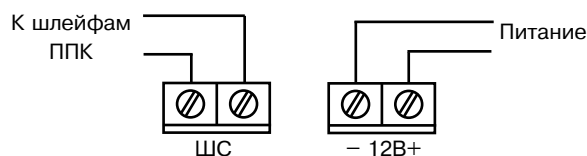

Рисунок 3
- Выполните соединение согласно маркировке на печатной плате (рисунок 3).